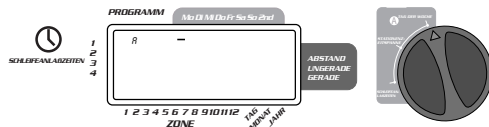

ABBILDUNG 7: LCD Anzeige mit Bewässerungstagen
- Die Wählscheibe auf **BEWÄSSERUNGSTAGE** einstellen (Set Watering Days) in Programm A drehen. Die Anzeige zeigt ein "A" und der Cursor (-) blinkt unter dem Wochentag **Mo, Di, Mi, Do, Fr, Sa, So**, (Montag, Dienstag usw.) [Siehe Abbildung 7]